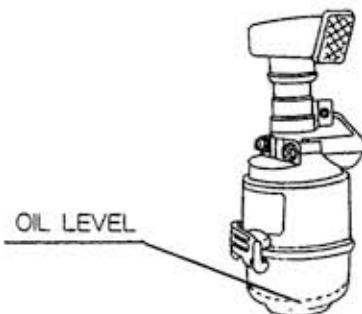

図26
- 規定量…オイルパンのOIL LEVELとされているところ。(図26)